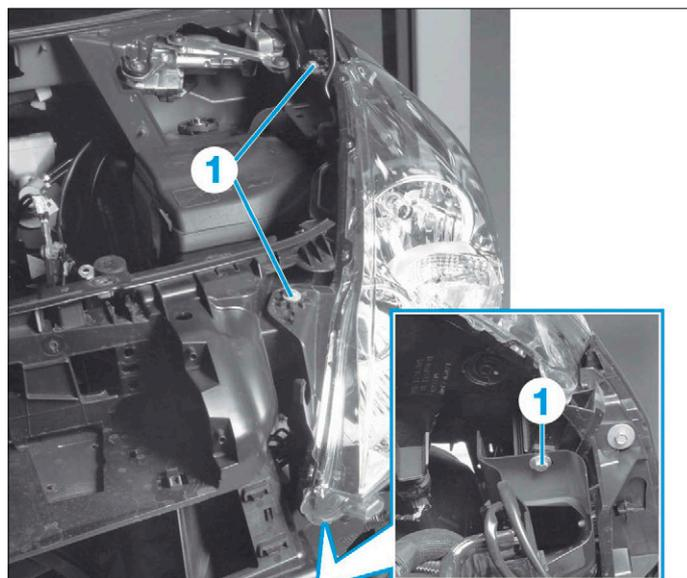

FIG. 58
- les fixations (1) du bloc optique (Fig.58).